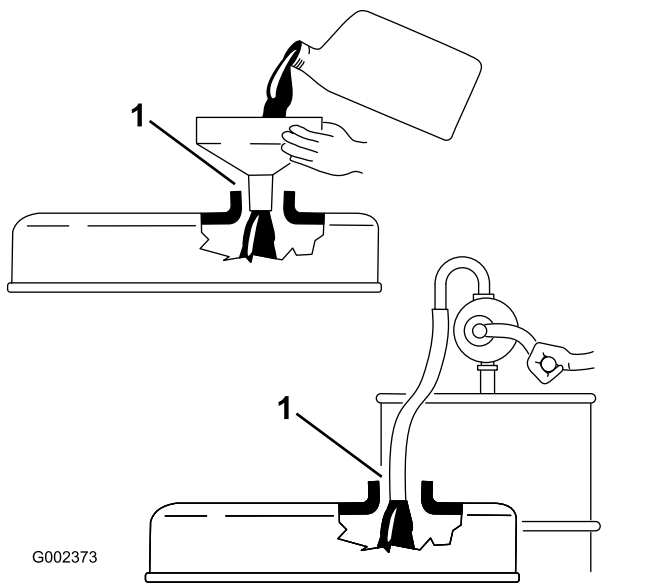

Figura 27
**Importante:** Rimuovete l'asta di livello mentre versate l'olio nel motore. In caso di aggiunta o rifornimento di olio, vi deve essere gioco tra il dispositivo e il foro di riempimento dell'olio nel coperchio della valvola, come mostrato in Figura 27. Tale gioco è necessario a consentire lo sfianto durante il riempimento, impedendo una fuoriuscita dell'olio nello sfiatatoio.